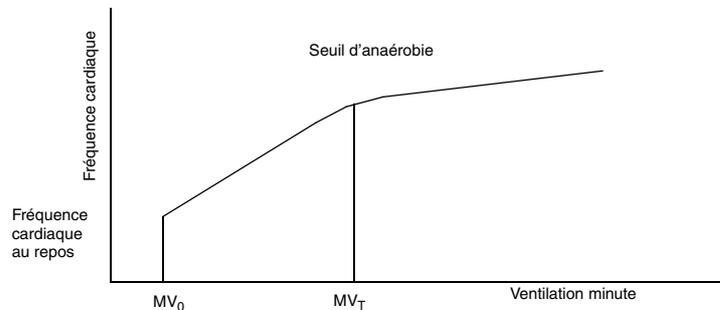

Figure 3-1. Relation typique entre la VM et la fréquence cardiaque.
La ventilation minute (VM) est une fonction approximativement linéaire de la fréquence cardiaque jusqu'au seuil d'anaérobie. Aux niveaux d'effort dépassant le seuil d'anaérobie, la fonction est toujours relativement linéaire mais de pente plus faible (Figure 3-1).